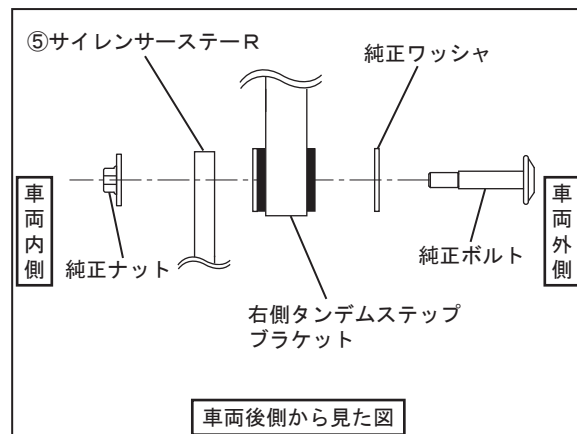

FIG. 6
7. ⑤サイレンサーステーRを車両右側のタンデムステップブラケットのサイレンサー取り付け位置に合わせ、純正ボルト、純正ワッシャ、純正ナットを使用して仮締めして下さい。（FIG. 6, 7参照）